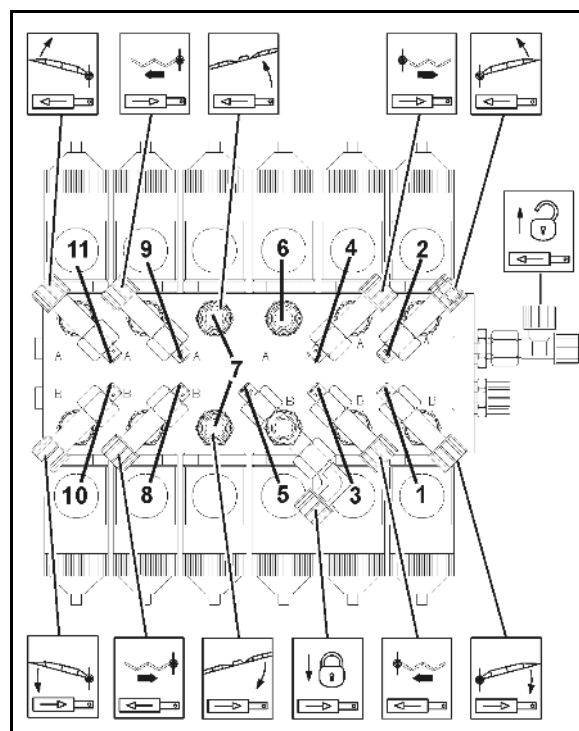

Рис. 197
1. Отвинтите кожух (Рис. 197/1) с крыши кабины.